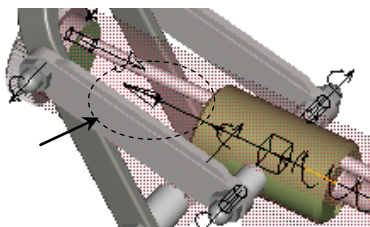

图 12.5.45 箭头的正确方向
(3) 此时模型中出现一个洋红色的箭头, 表明连接轴中从动图元将相对于参照图元移动的方向, 可以单击 **反向** 按钮来改变方向, 正确方向如图 12.5.45 所示。
(4) 定义运动函数。单击对话框中的 **轮廓** 标签, 在选项卡界面中进行下列操作:
① 选择规范。在 **规范** 区域的列表框中选择 **位置**。